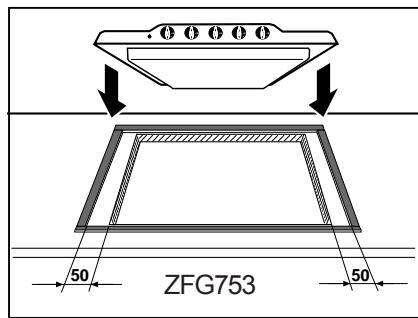

Рис. 19
- 1) Положите детали уплотнения, которые входят в комплект поставки, по краям выреза, как показано на рис. 19, следя за тем, чтобы уплотнения лежали встык, без нахлеста.